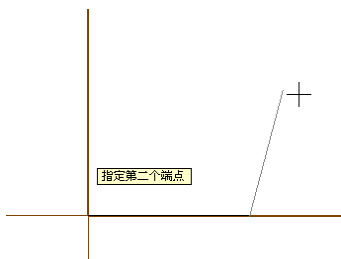

图 3-37 绘制第一条直线
① 选择主菜单中“绘图” | “直线” | “绘制任意线”命令，系统弹出“绘制任意线”工具栏。
② 在“绘制任意线”工具栏中单击“连续画线”按钮，进入绘制连续直线模式。
③ 按 F9 键，显示系统原点坐标。根据系统提示选择原点作为绘制第一条直线的起始点。在“长度”按钮后面的输入框中输入第一条直线的长度为 100，并按回车键；在“角度”按钮后面的输入框中输入 0，并按回车键，即可完成第一条直线的绘制，结果如图 3-37 所示。